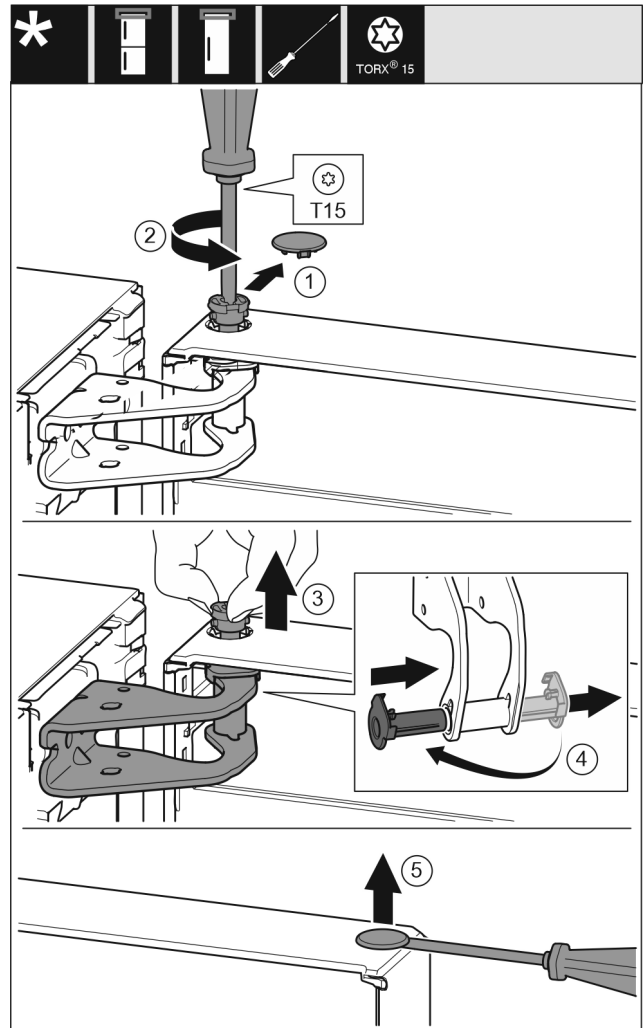

Fig. 7
► 小心拆下安全盖。Fig. 7 (1)
► 用 T15 螺丝刀拧下一枚螺栓。Fig. 7 (2)
► 抓紧门并用手指拔出螺栓。Fig. 7 (3)
► 将轴衬从导向装置拉出。从另一边装入并卡到位。Fig. 7 (4)
► 用带槽螺丝刀小心地从门轴衬上提起堵头并将其拉出。Fig. 7 (5)